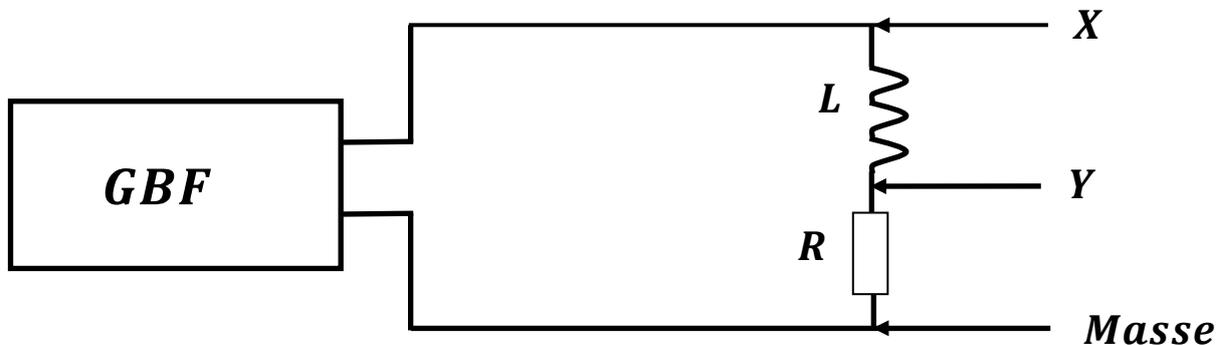

Figure 7 : Schéma à réaliser et à étudier pour les circuits RL et RC
- Réaliser le montage du circuit **RL** (résistance et self en série) ; et connecter-les aux voies X et Y de l'oscilloscope comme indiqué sur le schéma de la figure 7.